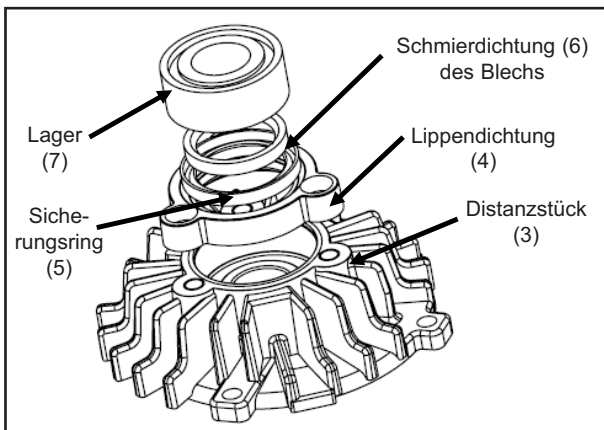

Abb. 17
3. Das Lager (7) herausgleiten lassen (Gleitlager).
4. Das Distanzstück (3) entfernen. Dazu leicht auf die Schmierdichtung (6) klopfen. Sicherungsring (5) entfernen ; siehe Abb. 17.